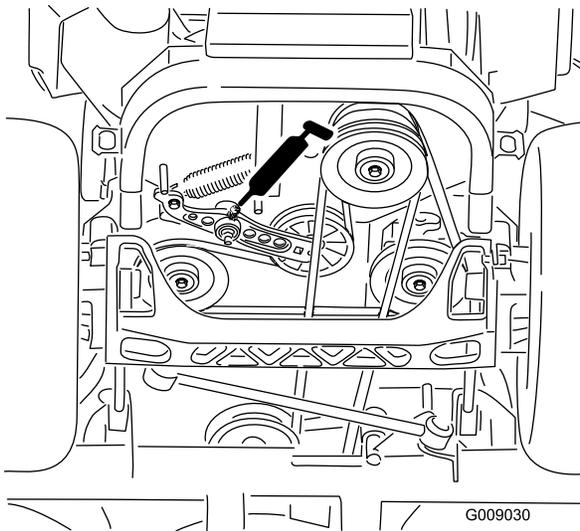

**Figure 51**
3. Graissez le pivot de la poulie de tension du plateau de coupe jusqu'à ce que la graisse ressorte par le bas (Figure 50 ou Figure 51).